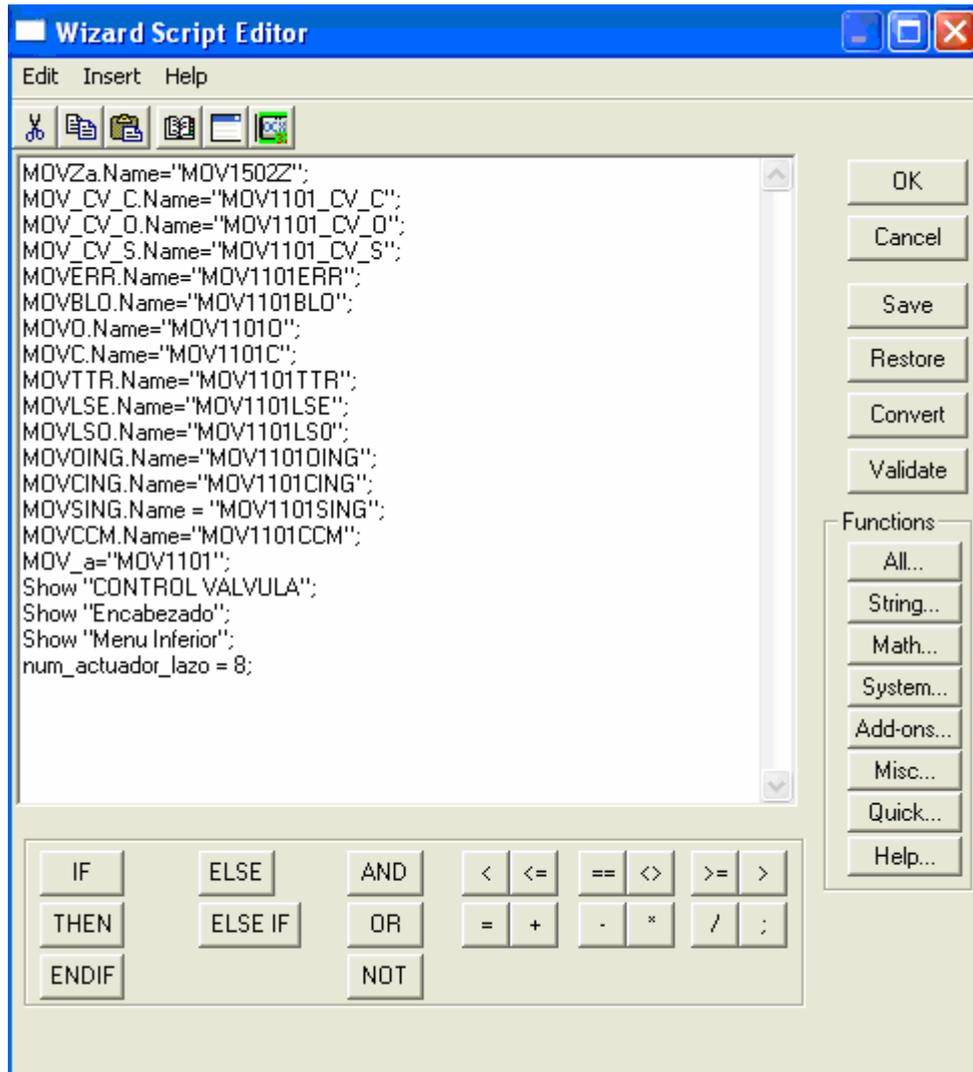

Figura 4.30. Animation Links Touch Pushbuttons Action MOV1101
**Los tres símbolos de actuadores tienen el mismo Animation Links Touch Pushbuttons Action, cuya programación se muestra en la figura 4.30.**